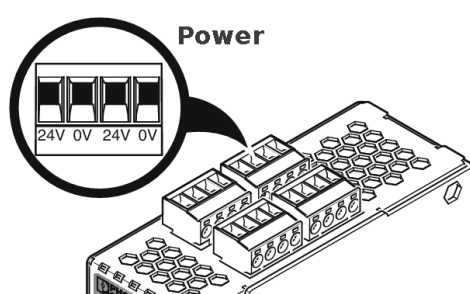

Bild 7-4 Versorgungsspannung anschließen
- Stecken Sie die Schraubklemmen auf die vorgesehenen Buchsen auf der Oberseite des Geräts (siehe Bild 7-4).